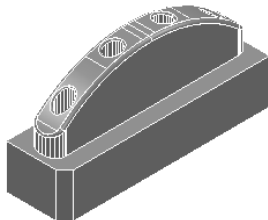

图 2-29 打开范例文件
2) 选择下拉菜单中的“文件”→“范例”命令，弹出“打开范例”对话框，选择“lunkuo.dgk”（“随书光盘：\第 2 章\exercise3\uncompleted\lunkuo.dgk”）文件，单击“打开”按钮即可，如图 2-29 所示。